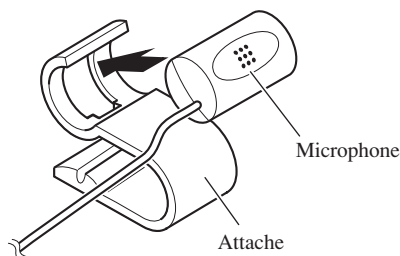

Fig. 19
1. Fixez le microphone sur l'attache fournie. (Fig. 19)